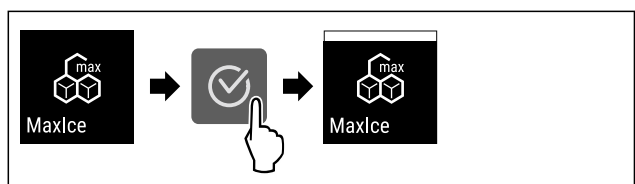

Fig. 22
- ▶ Изпълнете стъпките (виж Fig. 22).